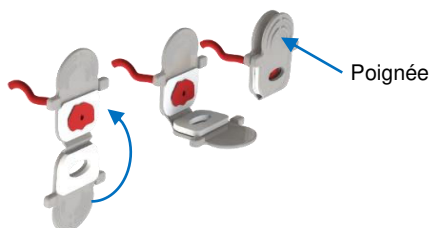
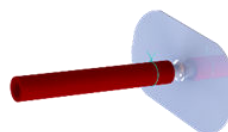

Figure 16 : Raccordement du patch aortique au porte-patch.
Figure 17 : Canule droite avec patch artificiel.
- Poussez doucement le patch aortique de l'artère rénale à travers l'ouverture du porte-patch comme illustré ci-dessous. Veillez à ne pas forcer le patch ! Positionnez correctement le patch aortique ou artificiel entre les matériaux souples du porte-patch. Assurez-vous que l'artère rénale n'est pas tordue ni affaissée, puis pliez le porte-patch pour le fermer (figure 16).
- En l'absence de patch aortique, utilisez la canule droite avec un patch artificiel (figure 17), disponible en 3 ou 5 mm de diamètre. Fixez la canule dans l'artère rénale avec une ligature ferme. Guidez le patch artificiel à travers l'ouverture du porte-patch et fermez le porte-patch en ramenant les deux côtés l'un vers l'autre comme illustré à la figure 16.
- Tenez le porte-patch par la poignée nervurée (figure 16) et pincez légèrement lors de la manipulation du rein canulé.